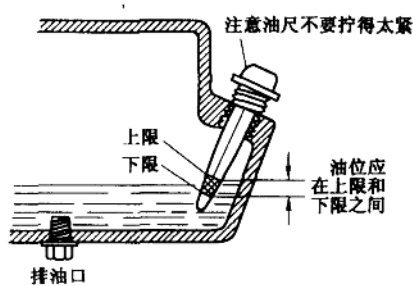

图 1-3 机油油位的检查
2. 更换机油的方法 发动机热机后熄火，拧出发动机底部放油螺塞，彻底放尽旧机油。清洗滤网后，拧紧放油螺塞，由加油口注入 0.8L 新机油后，起动发动机空转 2~3min。停止发动机运转 1~2min 后再用油尺检查机油量，看机油位是否在油尺上下线之间(图 1-3)。